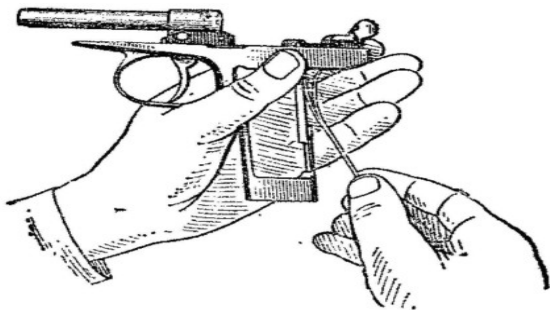

Рис. 22. Присоединение боевой пружины к рамке
7. *Присоединить боевую пружину к рамке и рукоятку к основанию рукоятки.* Положить пистолет на ладонь левой руки, повернув спусковой крючок вперед, а рычаг взвода вверх, правой рукой ввести перья боевой пружины в окно рамки и надеть пружину отверстием на прилив основания рукоятки так, чтобы широкое перо боевой пружины расположилось в углублении курка, а узкое перо на пяточке рысы чага взвода. Повернуть пистолет так, чтобы задняя стенка основания рукоятки была обращена на себя, и, придерживая большим пальцем левой руки боевую пружину за защелку магазина, а указательным переднюю стенку основания рукоятки, большим и указательным пальцами правой руки надеть задвижку боевой пружины (рис. 22 и 23).